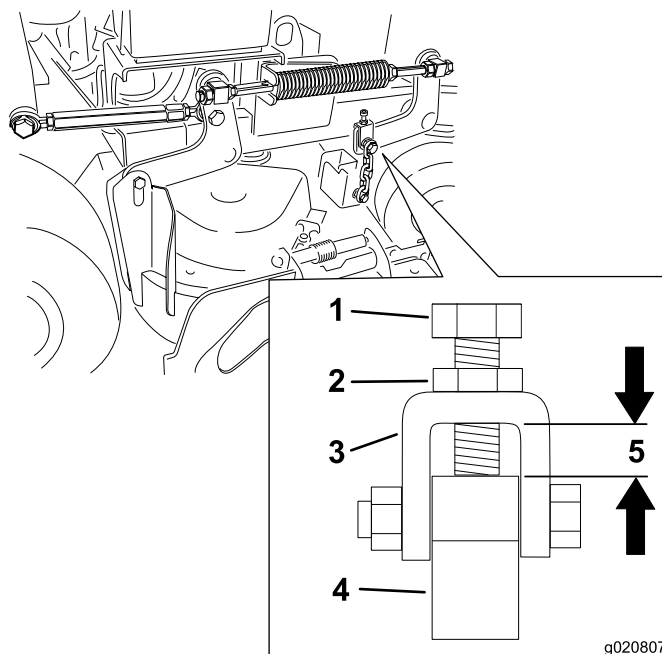

Figure 82
- Remarque:** L'écart doit être de 11 mm (7/16 po); voir Figure 82.
- Desserrez l'écrou de blocage et ajustez le boulon de réglage de sorte à obtenir la distance correcte, comme montré à la Figure 82.